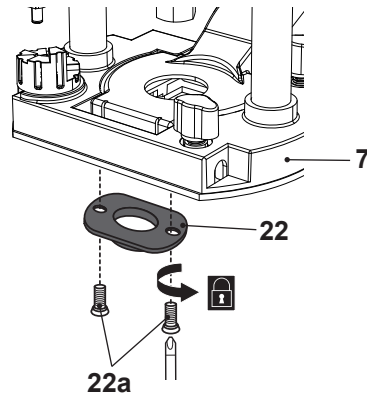

Fig. 10
- > Coloque a manga copiadora (22) na placa base (7) com as pinças de sujeição apontar para baixo e fixe-a com os dois parafusos (22a) (Fig. 10).